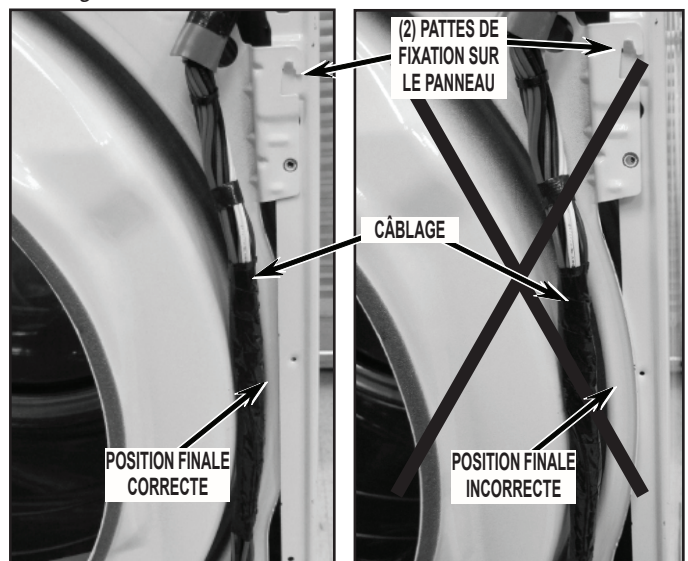

FIGURE 35
- Rabattre la tôle de cloisonnement avant sur l'avant de la sécheuse et réinstaller les deux (2) agrafes d'arrimage du câblage sur la face avant de la tôle de cloisonnement. Lors de la mise en place et de l'accrochage de la tôle de cloisonnement sur la sécheuse, veiller à ne pincer aucun conducteur du câblage, et veiller à engager la section centrale de la tôle de cloisonnement derrière la rive du panneau latéral; voir la *Figure 35* et la *Figure 13*.